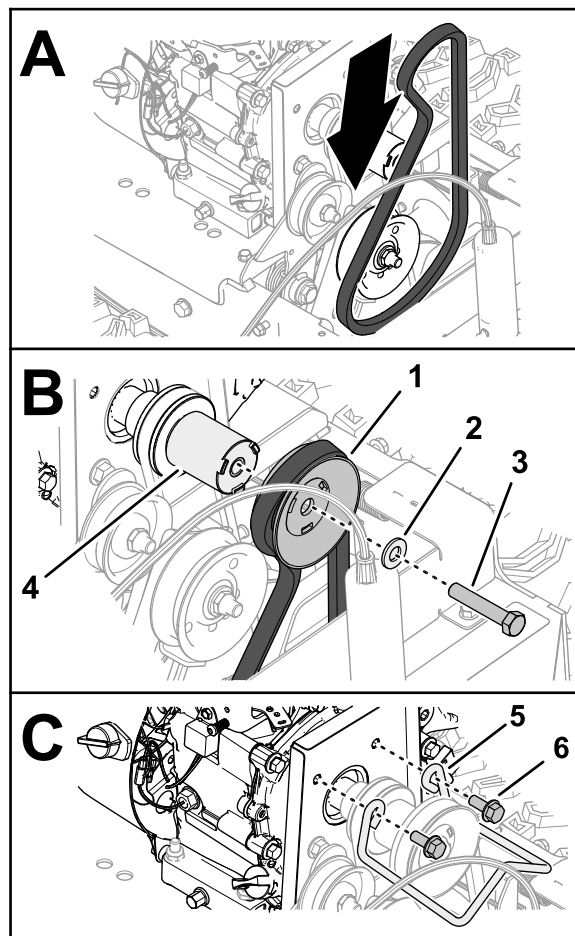

Figura 45
- Monte a correia de 96 cm no entalhe da polia do veio de transmissão (Figura 45).
- Monte a correia no entalhe da polia da transmissão da vassoura (Figura 45).
- Monte a polia da transmissão da vassoura no espaçador da polia (Figura 45).
5. Prenda a polia e espaçador com o veio de transmissão (**Figura 45**) com o parafuso ( $\frac{3}{8}$  pol. x 2 pol.).
7. Monte o guia da correia no motor com os dois parafusos flangeados (**Figura 45**).